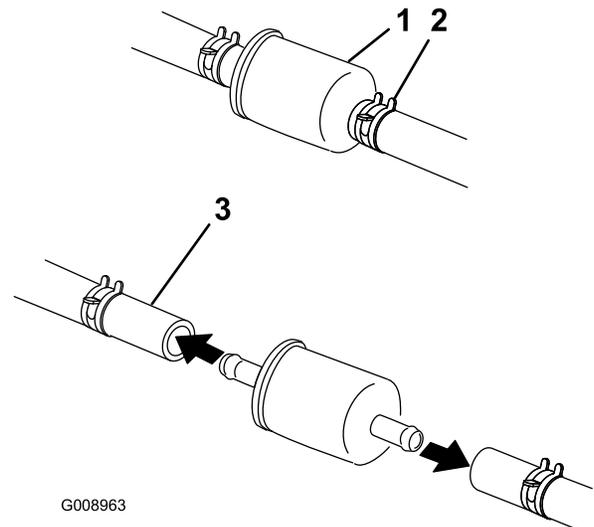

Figura 47
5. Cierre la válvula de cierre de combustible, situada detrás del asiento (Figura 47).
6. Apriete los extremos de las abrazaderas y deslícelas por el tubo alejándolas del filtro (Figura 47).
8. Instale un filtro nuevo y acerque las abrazaderas al filtro (Figura 47).